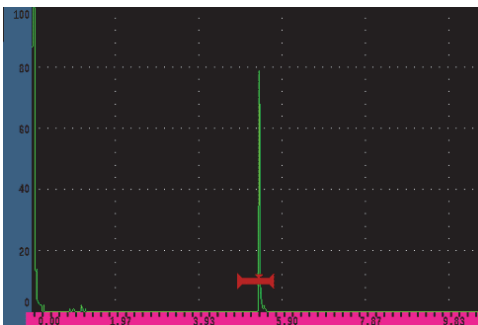

**Figura 6-3** Seleccionar el modo de cuadrícula del eje X
2. Pulse la tecla **NEXT** para desplazar la selección al parámetro **X-Axis Grid Mode** (vea la Figura 6-3 en la página 148)